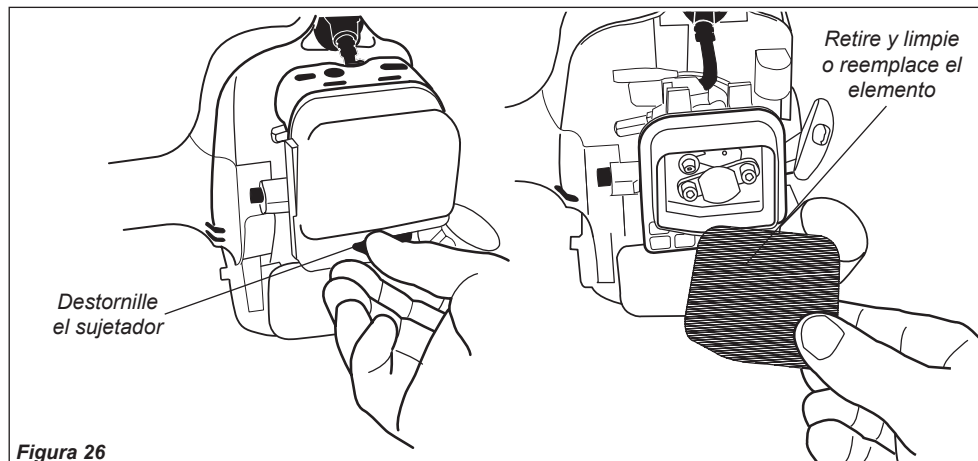

Figura 26
■ Retire el elemento del filtro de aire. Consulte la figura 26. Limpie o reemplace como sea necesario. Para lavar el elemento: Lavelo meticulosamente con agua y jabón. Deje que seque antes de reinstalarlo.